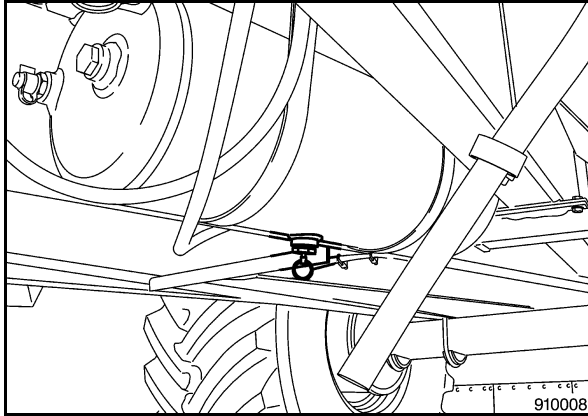

Bild 22
- Druckluftbehälter (Bild 22), Wasser ablassen.